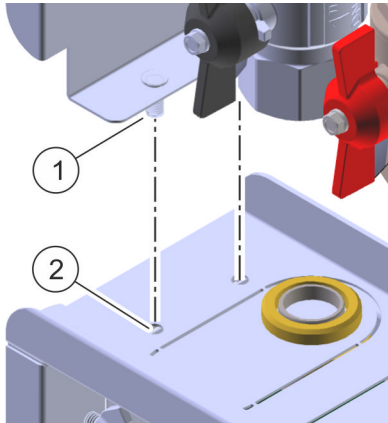

Abb. 38: Aufsetzen
- 6.** → Sicherstellen, dass die Verbindungsstifte (Abb. 38/1) durch die vorgesehenen Bohrungen (Abb. 38/2) gesteckt sind.
- 9.** → Flügelmuttern in 4 Verbindungsstifte (Abb. 38/1) eindrehen.